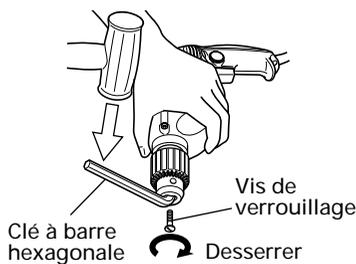

Fig. 8
(1) Retrait du mandrin de la perceuse (Fig. 8)